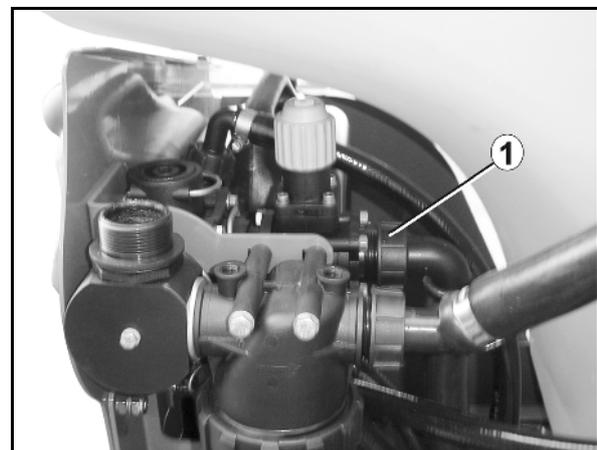

Fig. 154
1. Überwurfmutter (Fig. 154/1) lösen.